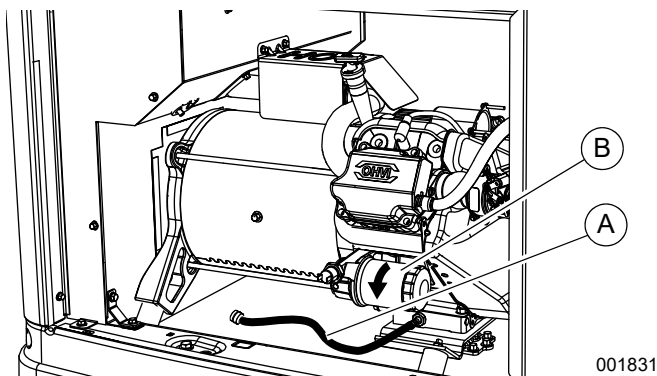
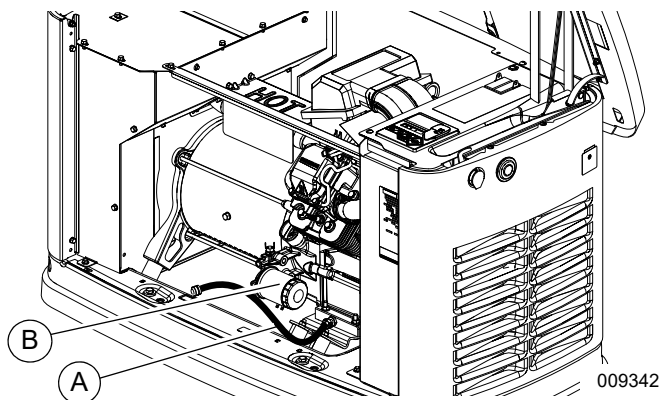
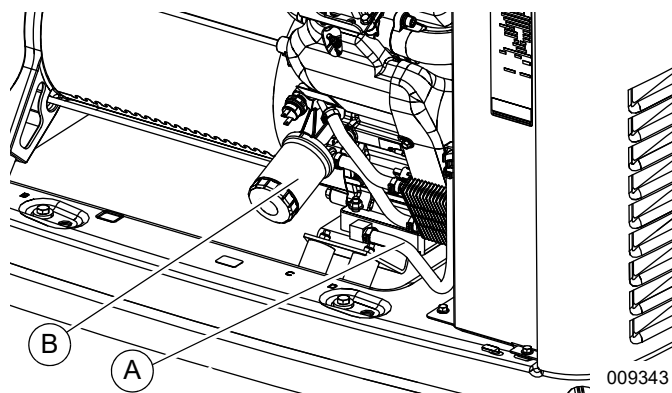

Figura 4-1. Localização do filtro de óleo e do dreno (10 kW)
Figura 4-2. Localização do filtro de óleo e do dreno (14 a 18 kW)
Figura 4-3. Localização do filtro de óleo e do dreno (20 a 24 kW)
2. Consulte Figura 4-1, Figura 4-2 ou Figura 4-3. Remova o painel frontal quando a unidade tiver resfriado. Puxe a mangueira de drenagem de óleo (A) livre de clipe de retenção. Remova a tampa da mangueira de drenagem de óleo e coloque a extremidade livre em um recipiente adequado. Drene o óleo.